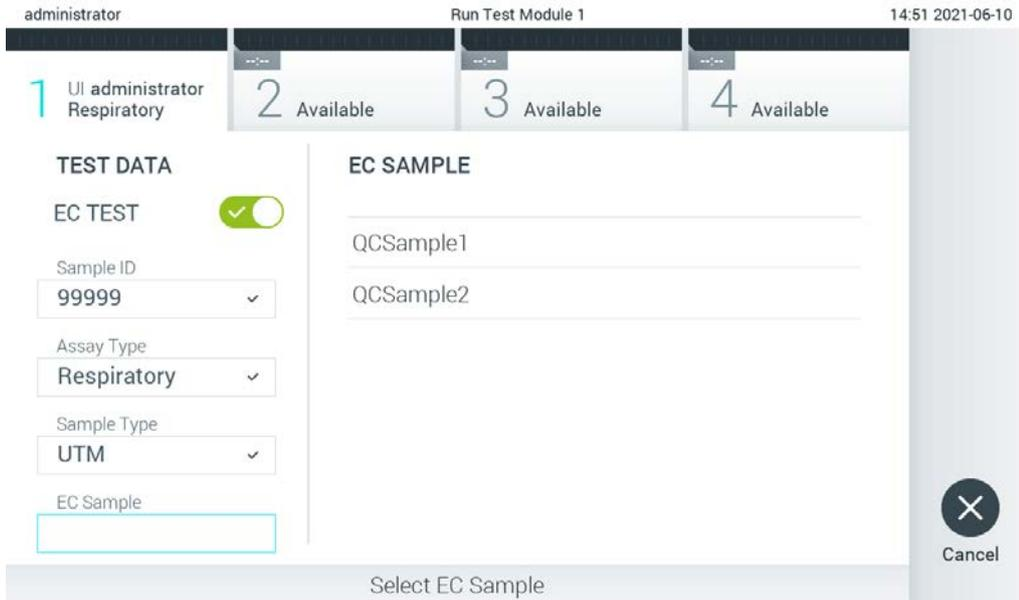

Figura 91. Selección de muestra de EC.
6. Seleccione la muestra de EC adecuada de la lista. Solo se muestran las muestras de EC para el tipo de ensayo seleccionado (figura 91, siguiente página).